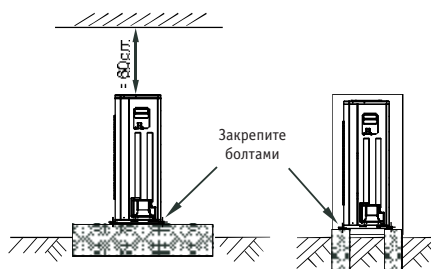

Рис. 18
- Сделайте бетонное основание в соответствии с требованиями для наружных блоков (см. рис. 18).
- Надежно закрепите ножки наружного блока болтами, чтобы не допустить его падения при землетрясении или сильном ветре (см. рис. 18).